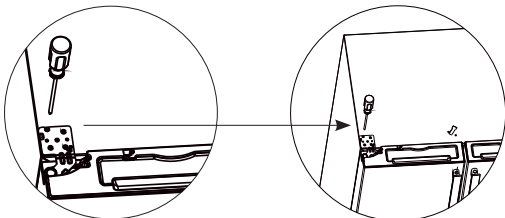

Figura 3
**3)** Utilice el destornillador para desatornillar los 3 tornillos y 1 tornillo de puesta a tierra que sujeta la bisagra superior, quite el borne del enchufe y, acto seguido, quite la puerta izquierda. Consulte la Figura 3.